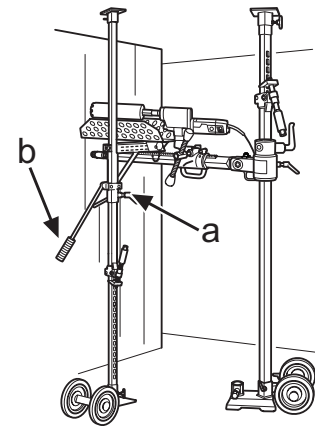

Fig.4
2. Fijar el soporte de modo que el colector quede colocado debajo de la perforadora y fijar el colector con la manija de fijación (a) (fig.4).
4. Aflojar la manija de fijación y frenar el colector y el núcleo de perforación con la palanca de freno (b) (fig.4).
2. Escorar o suporte de maneira ao colector ficar por baixo de broca e fixar o colector com o manípulo de fixação (a) (Fig. 4).
4. Afrouxar o manípulo de fixação e travar o colector com a alavanca de travagem (b) (Fig. 4), ao descer com o núcleo de perfuração.
2. Clamp the rig so that the collector is positioned under the drill, lock the collector with the locking handle (a) (Fig.4).
4. Loosen the locking handle and slow down the collector and the drill core with the brake lever (b) (Fig.4).